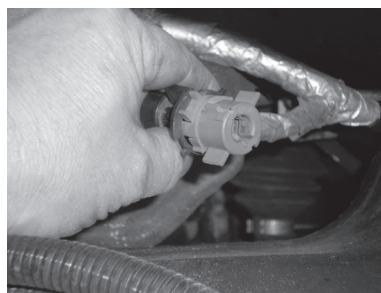

FIGURA 1
**3.** (FIGURA 1) Desconecte el conector eléctrico de la parte superior o el extremo del eje, girando la porción gris hacia la izquierda de la porción de color negro. Esto libera el conector de la espiga y permitirá que se hale directamente hacia arriba para retirarlo.